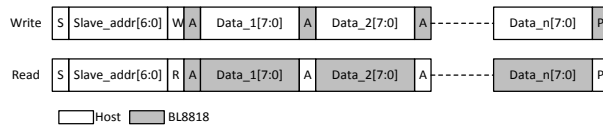

图 4-1 芯片 I²C 接口读、写操作示意图
图 4-1 所示 I²C 接口读、写操作示意图，当 Host 需要向芯片写入数据时，首先发送起始标志 (S)，之后再发送芯片的 I²C 地址以及写控制位 (W，低电平)。芯片收到该字节并经地址译码后，返回响应信号 (A)。Host 收到芯片的响应信号后，将发送数据 Data_1[7:0]。芯片收到该数据后返回响应信号 (A)。以此类推，直至 Data_n[7:0]全部传输完毕，最后由 Host 发送结束标志 (P) 完成写操作。